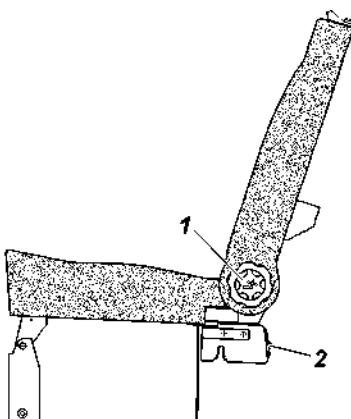

Рис. 3.12. Заднее трехместное
- вращением ручек 1 (рис.3.12) наклоните спинки заднего трехместного сиденья назад до упора;
- вращением ручек 1 (рис.3.12) наклоните спинки заднего сиденья вперед до упора;
-расфиксируйте замки заднего сиденья ручками замка 2 (рис. 3.12);